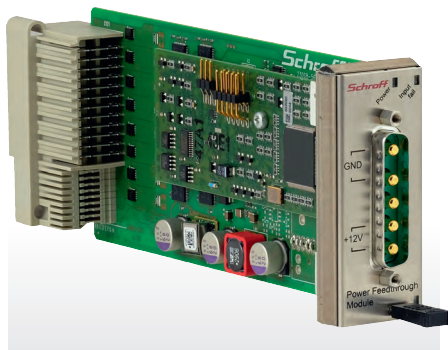

Рис. 6. Модуль питания Schroff MTCA с питанием от сети 12 В постоянного тока
Модули питания (PM), как правило, рассчитаны на входное напряжение –48 В и оснащены телекоммуникационным разъёмом. Они преобразуют –48 В в +3,3 и +12 В для последующего использования АМС-модулями и модулями охлаждения. Дешевле всего использование модуля питания с входным напряжением +12 В, поскольку в этом случае необходимо лишь незначительное преобразование +12 В в +3,3 В (рис. 6). Поскольку модули питания с входными напряжениями –48 и +12 В требуют внешнего источника питания, пользователи могут снизить общую стоимость преобразования напряжения с помощью